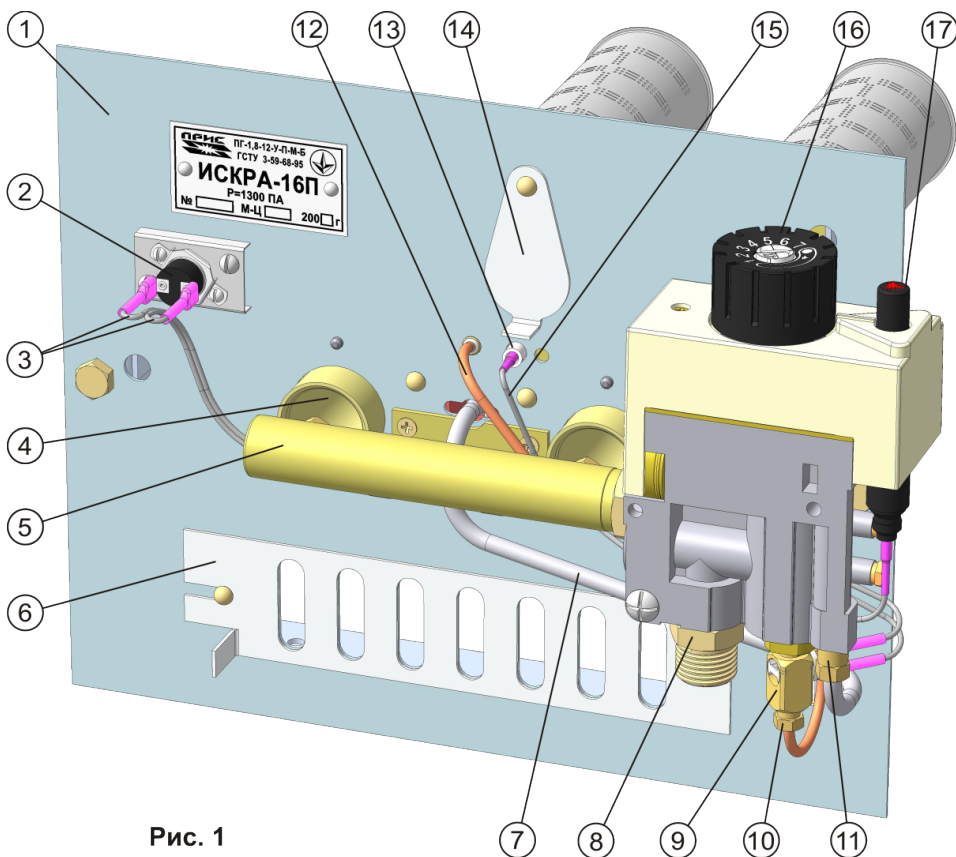
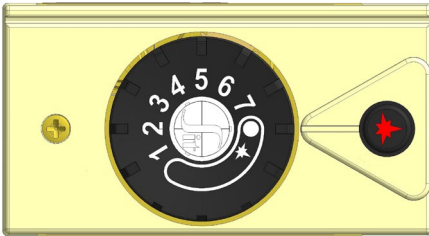

Рис. 1
Рис. 6
3.1 Пристрій газопальниковий складається з наступних вузлів і деталей (див. рис.1, рис.2):
6.1.1 Початкове положення ручки управління 16 (рис.1, рис.6) „вимкнений”: ○.
6.1.3 Натисніть рукоятку управління 16 (рис.1) до упору і, не відпускаючи її, натисніть кнопку п'єзо підпалу 17 (рис.1). Переконайтеся в наявності полум'я на запальнику. Не відпускайте рукоятку управління протягом 5-10 секунд, необхідних для нагріву термочутливого елемента термопари 12 (рис.1).
6.3.2 Для повного відключення подачі газу на запальник і основні пальники поверніть рукоятку управління за годинниковою стрілкою в позицію „вимкнено”: ○ (рис.6).
6.5.2.1 Для захисту при відсутності тяги газопальниковий пристрій оснащений датчиком тяги. Він являє собою термореле, яке розмикає контакти при перевищенні його температури вище допустимої. При відсутності тяги датчик тяги 2 (рис.1) перегрівається і розмикає ланцюг підключення термопар 12 (рис.1) до магнітного блоку 8 (рис.3). При цьому магнітний блок перекриває подачу газу до запальника і основних пальників.
- поверніть рукоятку управління 16 (рис.1) у позицію 7;